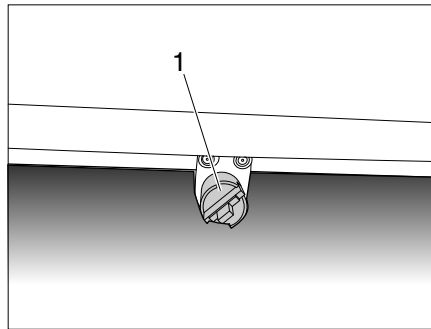
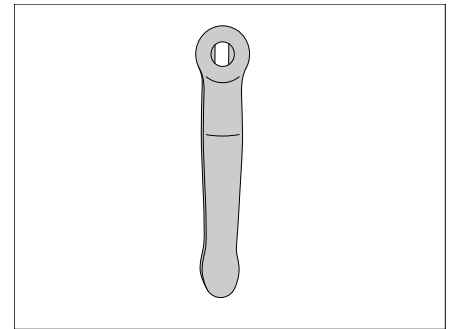
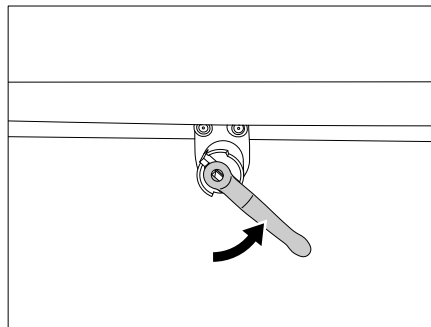

Bild 69 Ablauf Abwassertank
Bild 70 Tankschlüssel
Bild 71 Abwasserhahn öffnen
- Tankschlüssel (Bild 70) auf die Ablassereinrichtung (Bild 69,1) stecken.
- Zum Öffnen des Abwasserhahns den Tankschlüssel (Bild 70) eine Vierteldrehung gegen den Uhrzeigersinn drehen (Bild 71).
- Zum Schließen des Abwasserhahns den Tankschlüssel (Bild 70) im Uhrzeigersinn bis zum Anschlag zurückdrehen.
- Sicherstellen, dass die Ablassöffnung im Inneren des Frischwassertanks (Bild 67), der Abwasserhahn (Bild 69,1) und das Sicherheitsventil des Warmwasserboilers geschlossen sind.